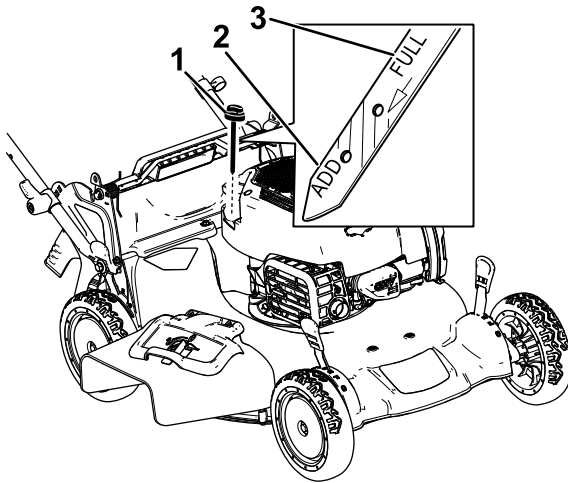

Figura 8
2. Retire la varilla girando el tapón en el sentido contrario a las agujas del reloj y tirando del mismo (Figura 8).
6. Observe en la varilla el nivel de aceite (Figura 8).